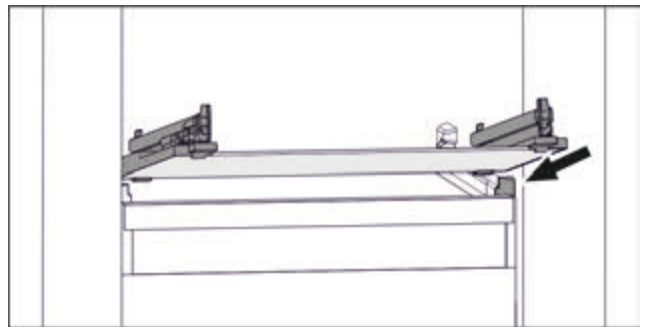

Fig. 54 Приблизне відображення скляної пластини
- Встановити скляну пластину за стопорами навкосо. (див. Fig. 54)